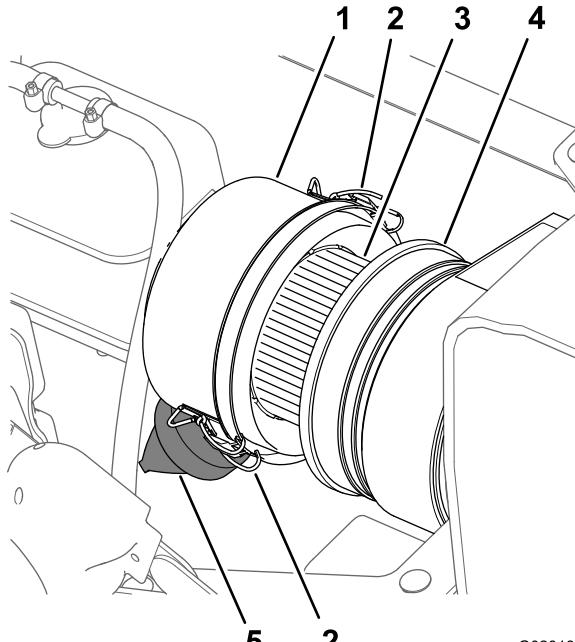
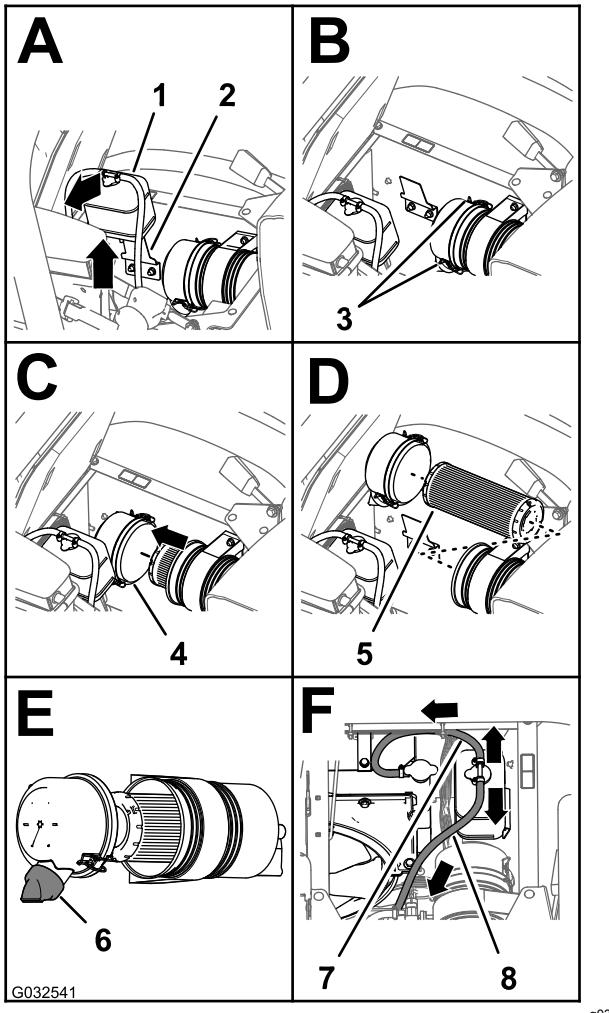

图 68
图 69
3. 清洁防尘盖和空气滤清器壳体 图 68。
- 4. 检查空气滤清器壳体是否存在可能导致空气泄漏的损坏 图 68。
- 5. 挤压防尘阀清除污物、灰尘和杂物 (图 68)。
- 7. 检查空气滤清器滤芯是否积聚了过多灰尘、污物和杂物 图 68。
- 8. 将防尘盖安装到空气滤清器壳体上使用 2 个搭扣固定防尘盖 图 68。
2. 清洁防尘盖和空气滤清器壳体 **图 68**。
3. 向上提起冷却液溢流罐并将其移离溢流罐支撑架 **图 69**。
4. 松开将防尘盖固定至空气滤清器壳体的 2 个搭扣 **图 69**。
6. 用湿抹布将防尘盖、空气滤清器壳体和防尘阀内部擦拭干净 **图 68** 和 **图 69**。
7. 将空气滤清器滤芯插入空气滤清器的壳体 **图 69**。
8. 将防尘盖安装到空气滤清器壳体上使用 2 个搭扣固定防尘盖 **图 69**。
注意 确保从尾端看时防尘阀在 57 点钟位置是对齐的 **图 69**。
9. 将冷却液溢流罐与溢流罐支撑架对齐稳固放置溢流罐 **图 69**。
重要事项 确保压力释放软管向前下方伸出溢流罐通风软管向后方伸出如 **图 69** 所示。